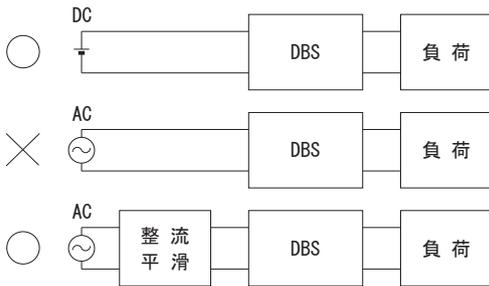

図 2.3 AC 入力での使用
- DBS シリーズは DC 入力専用です。AC での使用時は、電源入力に整流平滑回路を接続してください（図 2.3）。整流平滑回路についての詳細は、当社までお問い合わせください。